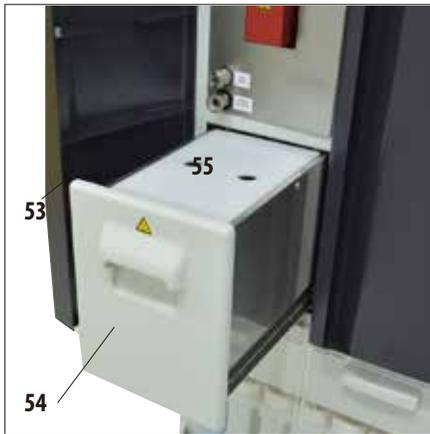

Fig. 37
- La station de paraffine (54) se trouve derrière la porte gauche (53) de l'appareil, en dessous de la chambre (fig. 37). Elle sert à alimenter constamment les bains de paraffine en paraffine liquide. La capacité est de 5,0 litres de paraffine liquide.